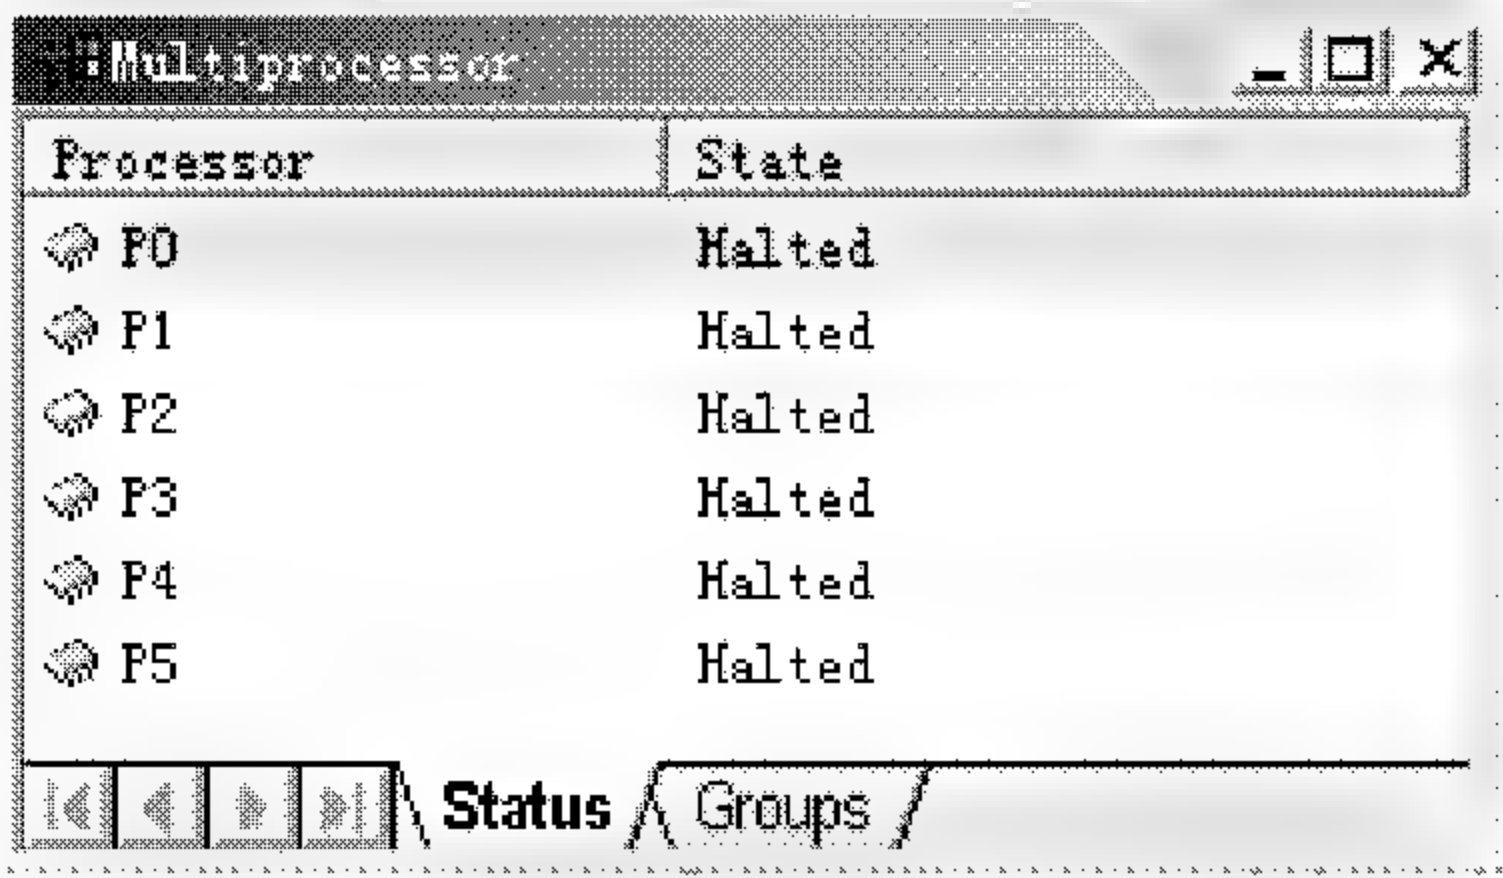

图 4.17 Multiprocessor 窗
(2) 配置完多 DSP 系统后，点击 OK 退出 New Session 对话框。VisualDSP++会自动打开 P0 的反汇编窗和一个 Multiprocessor 窗，如图 4.17 所示。仔细观察 VisualDSP++主界面，可以看到此时 VisualDSP++的工具栏中多了 5 个多 DSP 同步程序控制命令：MP Run、MP Halt、MP Restart、MP Step 和 MP Reset，用来同时控制一组中的所有 DSP。